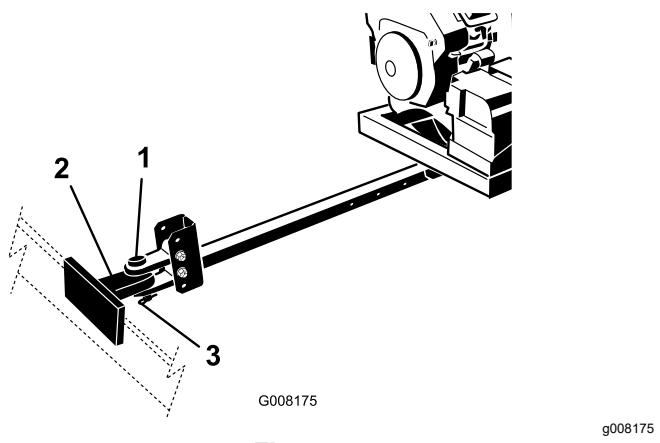

Figura 5
4. Collegate l'uncino dell'attacco di traino del soffiatore all'attacco di traino del veicolo trainante con il perno e l'uncino di traino (**Figura 5**).